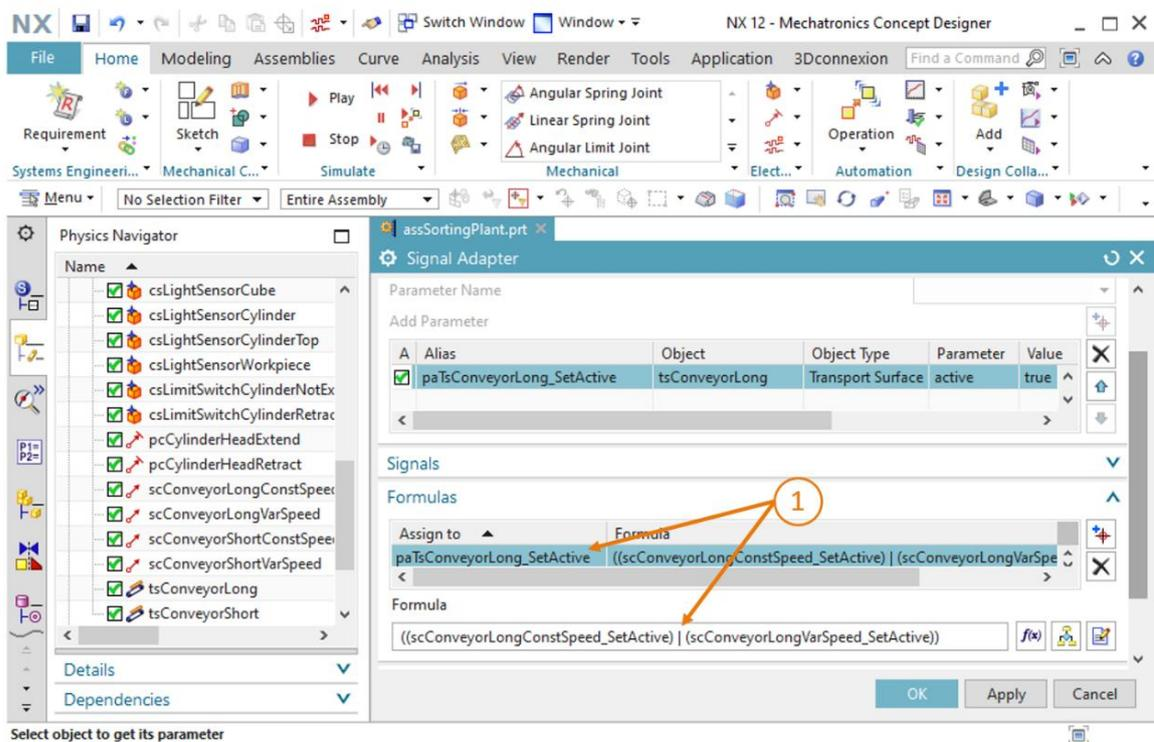

Figura 12: Creazione di un parametro per una superficie di trasporto
- Per fare in modo che la superficie di trasporto **"tsConveyorLong"** si sposti solo quando il segnale di uno dei due regolatori di velocità è attivo, si deve aggiungere un altro parametro all'adattatore di segnali. Selezionare per la superficie di trasporto il nome di parametro **"active"** e assegnare al nuovo parametro l'alias **"paTsConveyorLong_SetActive"**. Assegnare quindi al parametro la seguente formula, come indicato nella Figura 12, step 1: